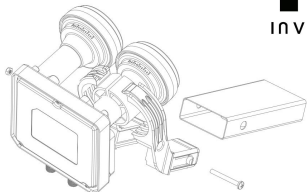

Fig. 1
1. Așezați LNB-ul în suportul/clema LNB a antenei parabolice. Închideți mânerul suportului LNB și strângeți ușor șurubul clemei, astfel încât LNB-ul să se poată roti în continuare (Fig. 1).